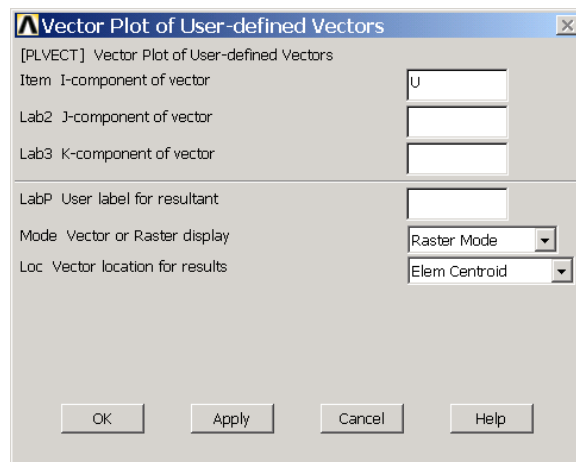

图6.21 自定义矢量图选项
(1) 单击 Main Menu>General Postproc>Plot Results>Vector Plot>User-defined 菜单，弹出如图 6.21 所示的对话框。